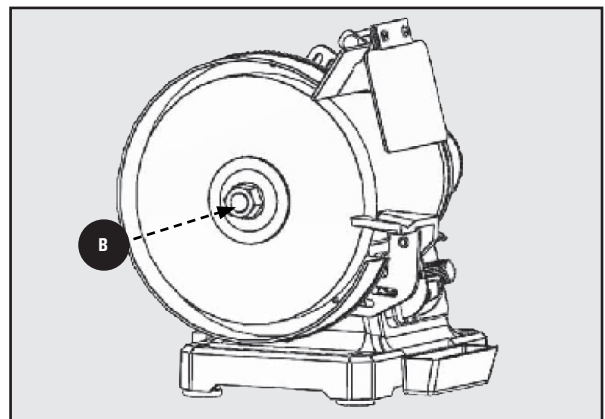

Figura 5
3. Con una llave de 24mm, apriete la tuerca del árbol **B** mientras utiliza la otra mano para evitar que la rueda se mueva. Apriete bien la tuerca del árbol. Véase la Figura 5.